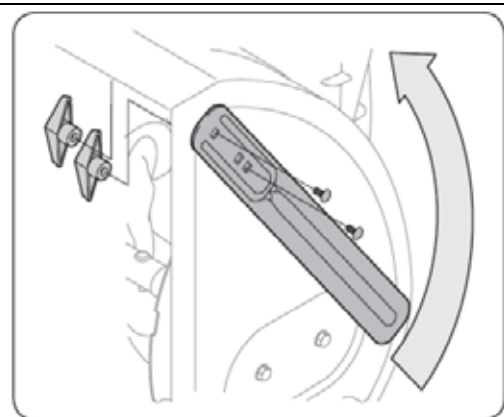

Рис. 9
1. Отверните четыре барашковых гайки (по две на каждую сторону) и болты с выступом. Установите подрезчики сугробов в вертикальное положение и зафиксируйте (См. Рис.9).